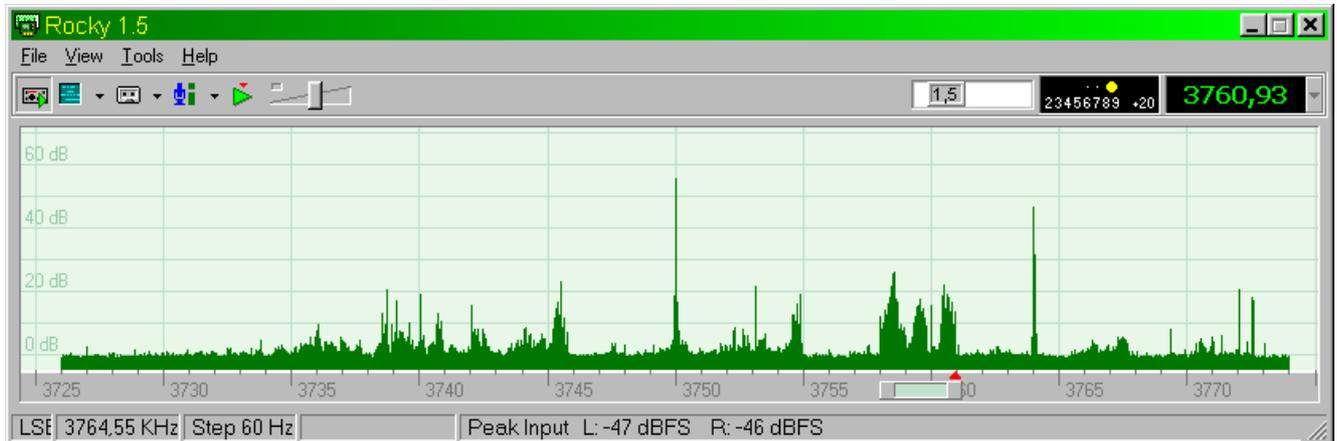

Bild 4: Bedienoberfläche von Rocky nach dem Decoder-Start (Empfang auf 3760,93 kHz).
1. Starte die Datei "RockySetup.exe". Die Installation läuft automatisch ab; die geforderten Angaben (Laufwerk, Pfad, ob Icon gewünscht etc.) trägt man wie üblich ein. Ist alles erledigt, sollte bereits die Bedienoberfläche von Rocky erscheinen (ähnlich Bild 4, nur Nullfrequenz, keine Afu-Signale); andernfalls wird das Programm über das Icon auf dem Desktop gestartet.
Infolge unvermeidbarer Toleranzen in den beiden Kanälen ist in der Praxis keine 100 %-tige Übereinstimmung der Parameter Phase und Gain (Verstärkung) möglich. Um trotzdem eine gute Seitenbandunterdrückung zu bekommen, erfolgt eine Korrektur per Software. In Abhängigkeit der Arbeitsfrequenz erstellt Rocky eine Tabelle mit Korrekturwerten, die für einen rechnerischen Ausgleich der o.g. Fehler sorgt. In den Bildern 10 und 11 habe ich die Korrekturwerte mit Hilfe eines HF-Generators erzeugt. Wird der betreffende Frequenzbereich langsam durchfahren entstehen Meßpunkte, die bei der graphischen Darstellung mit  $\pm 1$  %-Kondensatoren schön aufgereiht sind. Steht kein HF-Generator (Dipper, Antennenanalysator etc.) zur Verfügung, überläßt man die Korrektur einfach der Software, aus verschiedenen Empfangsfrequenzen entsteht nach und nach ebenfalls eine Korrekturkurve, sie sieht nur nicht so perfekt, wie in den Beispielbildern aus, auf die Funktion des Empfängers hat das aber keinen nachteiligen Einfluß. Wenn im Spektrum (Vergleich Bild 4) keine Spiegel-frequenzen auftauchen, ist alles in Ordnung.
Mit Hilfe der Rocky-Software erkennt man die korrekte Funktion des Empfängers daran, daß die Nullfrequenz in der Spektrum-Mitte liegt und die Nutzfrequenzen im gesamten Spektrum nur einfach auftauchen (siehe Bild 4 und 13). Sind die Signale bezogen auf die Nullfrequenz gespiegelt, also doppelt vorhanden, arbeitet nur einer der beiden Audiokanäle und die Abstimbreite ist halbiert (fsample /2) Hierfür gibt es mehrere Ursachen: